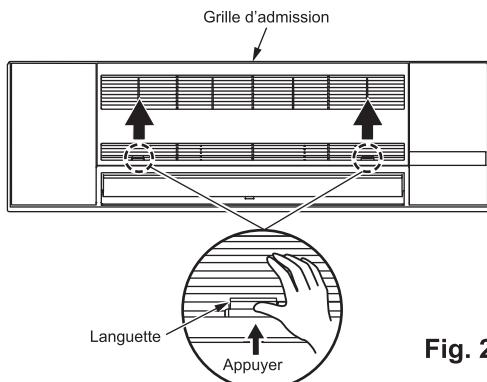

Fig. 2
- Abra la rejilla de entrada presionando las 2 lengüetas de dicha rejilla en la dirección indicada por las flechas. (Fig. 2)
- Ouvrez la grille d'admission en appuyant sur les 2 languettes de la grille d'admission dans le sens indiqué par les flèches. (Fig. 2)